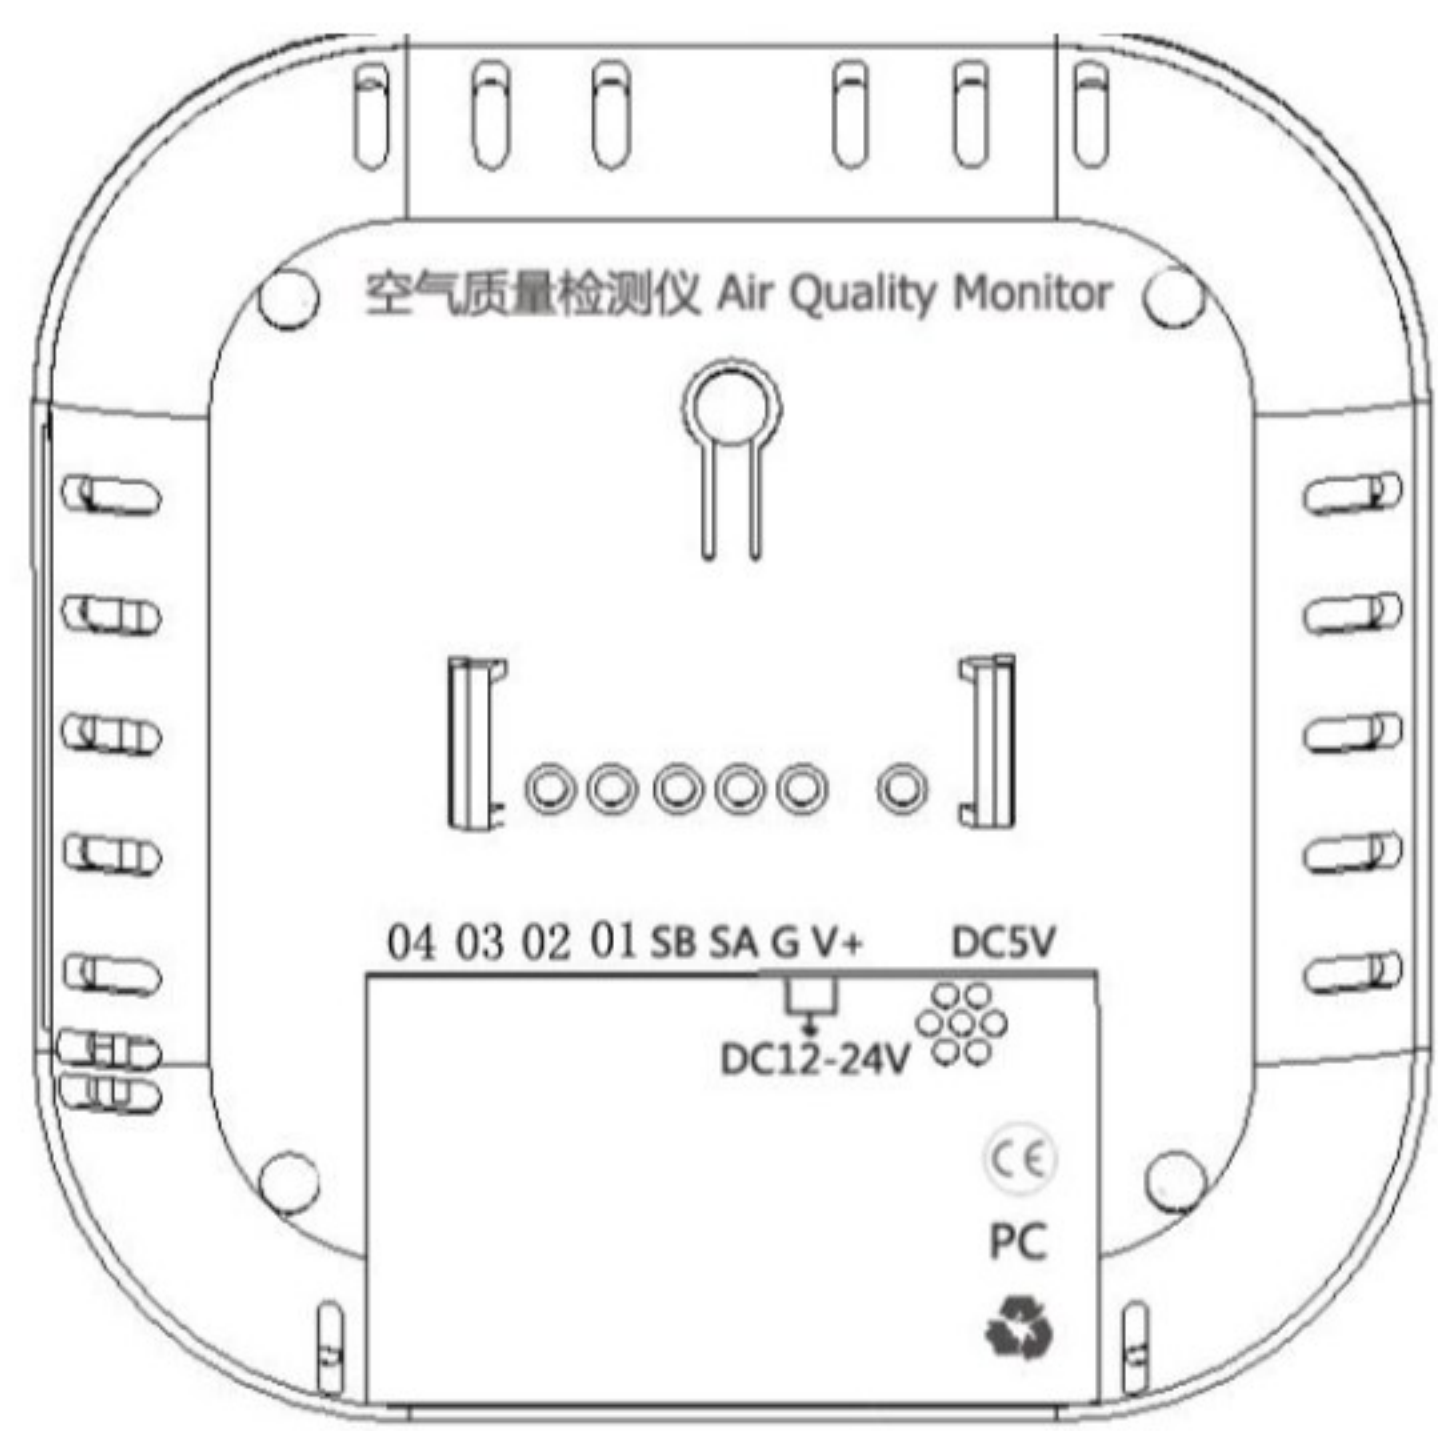

图 7
8. 3、按照接线定义将导线接在接线端子上，然后将接好的端子插入设备后部相应位置，如图 7